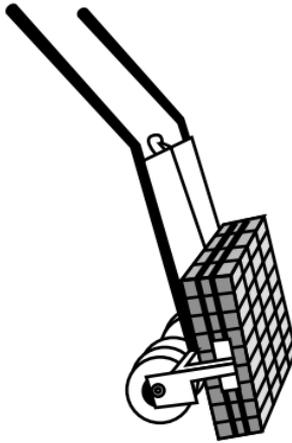

Figura 21. "Paver Cart" usado para llevar los adoquines al frente de colocación.
*Eficiencia:* Una manipulación eficiente de los adoquines influirá el tiempo necesario para completar la obra. Aunque es una práctica común el utilizar una carretilla de mano para transportar los adoquines, generalmente resulta mucho más sencillo transportarlos con un "paver cart" (Figura 21). Los productos que vienen empacados por secciones permiten el transporte de varias hileras de adoquines al mismo tiempo (generalmente una sección tiene de 7 a 10 hileras de adoquines). Esta herramienta aumentará, de modo significativo, la eficiencia del proceso de instalación.